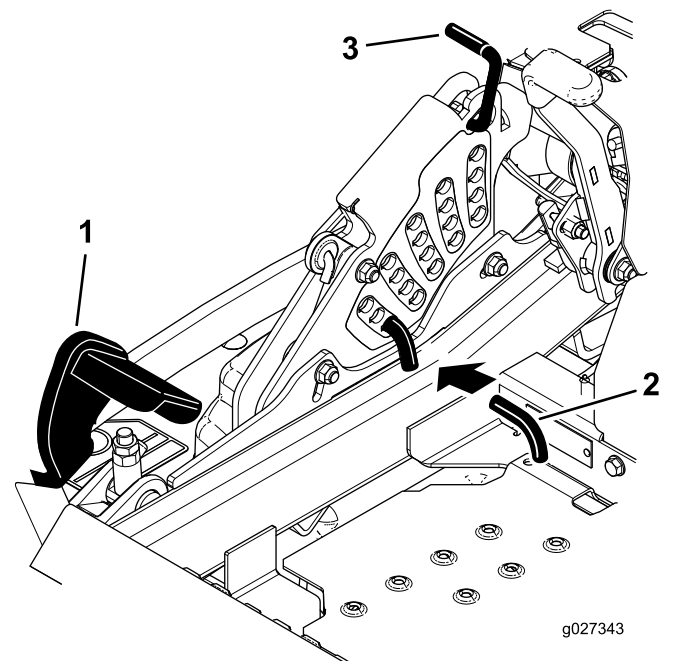

Figura 31
2. Premete il pedale di sollevamento del piatto di taglio e sollevate il piatto in posizione di blocco per il trasporto (corrispondente, inoltre, all'altezza di taglio di 140 mm) come illustrato nella Figura 31.
3. Per regolare, ruotate il perno di 90 gradi e togliete il perno dalla staffa dell'altezza di taglio (Figura 31).
4. Nella staffa dell'altezza di taglio scegliete un foro corrispondente all'altezza richiesta, ed inserite il perno (Figura 31).